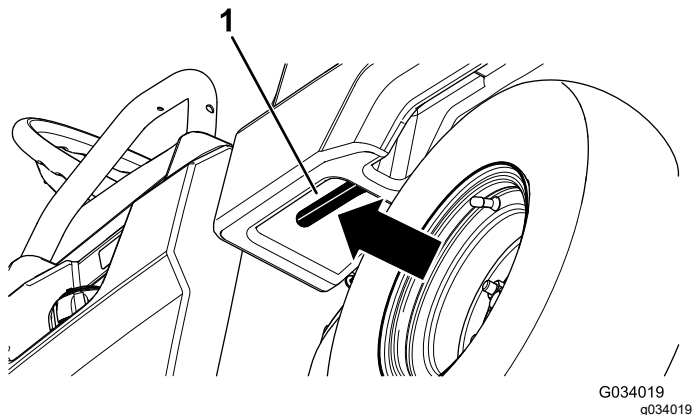

図 16
1. 荷台内側左にあるレバーを引いて荷台を持ち上げる 図 16。
1. ラッチバーを引き上げて荷台を少し持ち上げる 図 16。